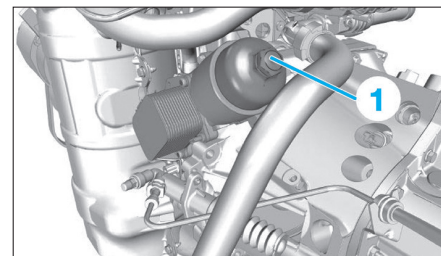

Fig. 17
- le bouchon du filtre à huile (1) (Fig.17).